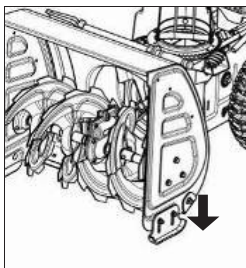

Bild 24B
- På ojämn mark, t.ex. grusvägar, ska skorna justeras till ca 30 mm (från skruven till marken). (Bild 24B)